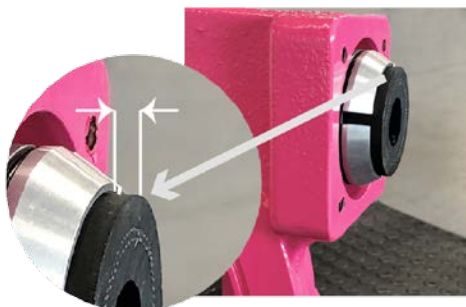

Bild 1
6. Lägg dit tryckringarna. Det ska finnas ett bestämt avstånd mellan slangändan och tryckringen (se bild 1 och bild 2).